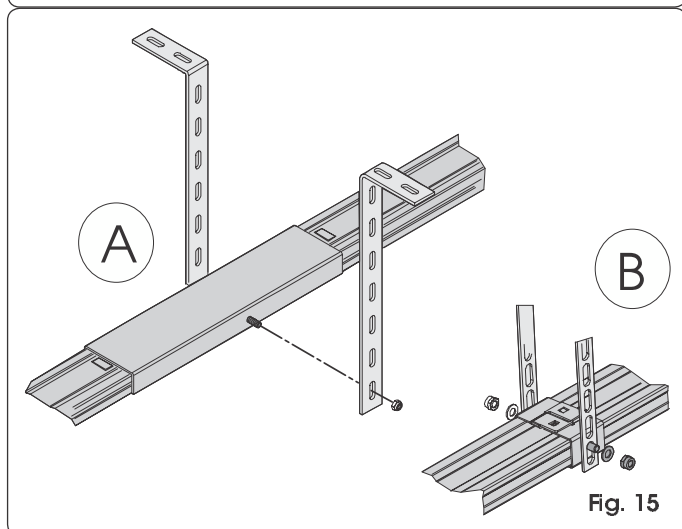

Fig. 15
- 13) Als een rail in twee delen wordt gebruikt met een centraal verbindingsstuk (Fig.15 ref. A) of de centrale steun voor één enkele geleiderail (Fig. 15 ref. B - optioneel), bevestig de geleiderail dan aan het plafond met behulp van de speciale beugels en volg daarbij de stappen 9,10 en 12 (Fig. 15).